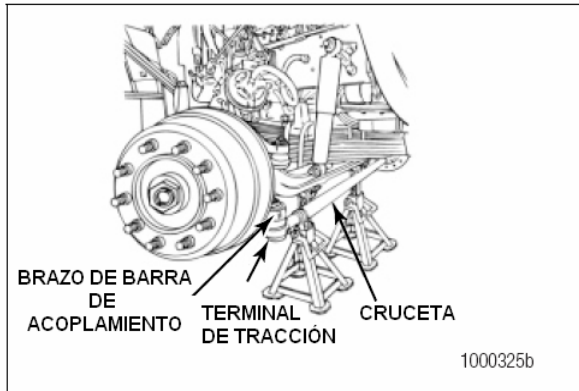

Figura 6.18
1. Estacione el vehículo en una superficie horizontal con las ruedas en LÍNEA RECTA. Bloquee las llantas para evitar que el vehículo se mueva. Coloque el freno de mano. Figura 6.18